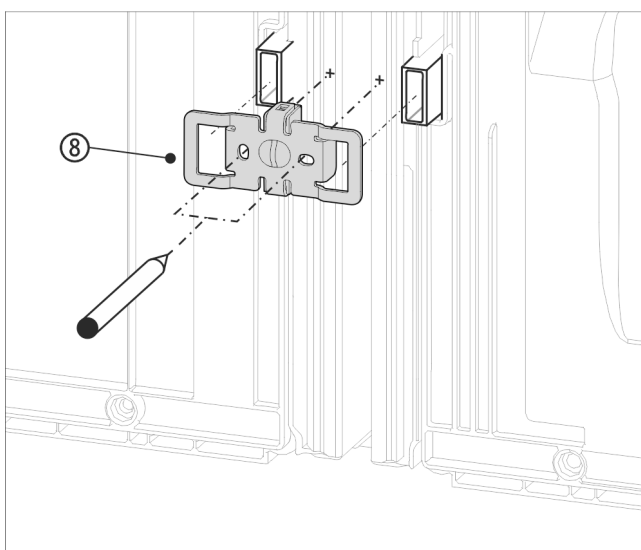

Fig. 17 Príklad zobrazenia
- Uholník Fig. 17 (8) s vybrániami posunúť nad uchytenie pre dištančné držiaky na stenu.